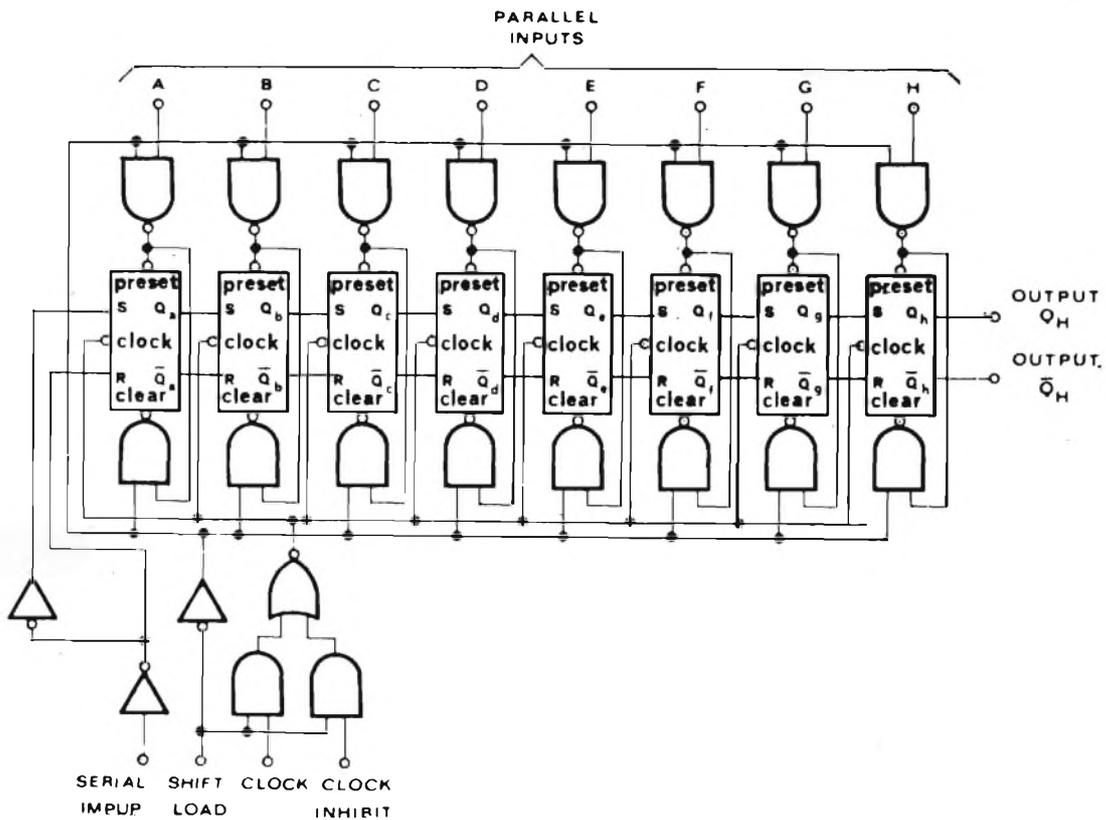

Fig. 5
2) SN74165 (T.I.) vedere fig. 5. Tipo 8 bit con caricamento seriale oppure parallelo, uscita seriale con "shift" a destra controllate dall'ingresso